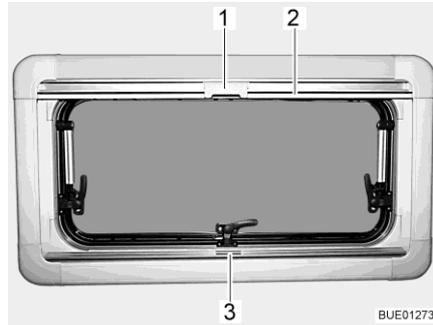
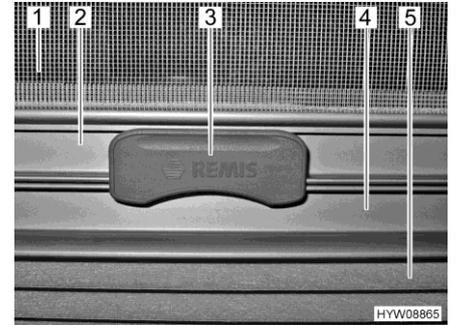

Fig. 41 Ventana abatible
Fig. 42 Cierre
Estor plegable El estor plegable (Fig. 42,5) se encuentra en la caja de la persiana inferior.
- Sujetar el estor plegable por el centro del agarradero (Fig. 41,3 y Fig. 42,4), tirar de abajo a arriba y soltarla a la altura deseada. El estor plegable se queda fijo a esta altura.
Mosquitera enrollable La mosquitera enrollable (Fig. 42,1) se encuentra en la caja de la persiana superior.
- Tirar del agarradero de la mosquitera enrollable (Fig. 41,2 y Fig. 42,2) hacia abajo hasta que choque con el agarradero del estor plegable (Fig. 42,4).
- Bloquear el cierre (Fig. 41,1 y Fig. 42,3) de la mosquitera enrollable con el agarradero del estor plegable. Si el cierre está bloqueado, el estor plegable y la mosquitera enrollable podrán ser ajustados juntos.
- Presionar la parte superior del cierre (Fig. 42,3) de la mosquitera enrollable.
- Regresar la mosquitera enrollable lentamente en el agarradero (Fig. 41,2).